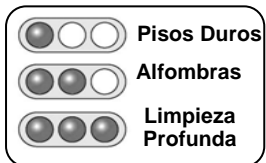

Fig. 8
4. Para cambiar la velocidad de la barredora, presione el botón de velocidad. Al presionarlo, la luz indicadora de velocidad cambiará. A baja velocidad se enciende una sola luz para pisos duros; a media velocidad, dos luces para alfombras; a alta velocidad, tres luces para limpieza profunda. (Fig. 8)